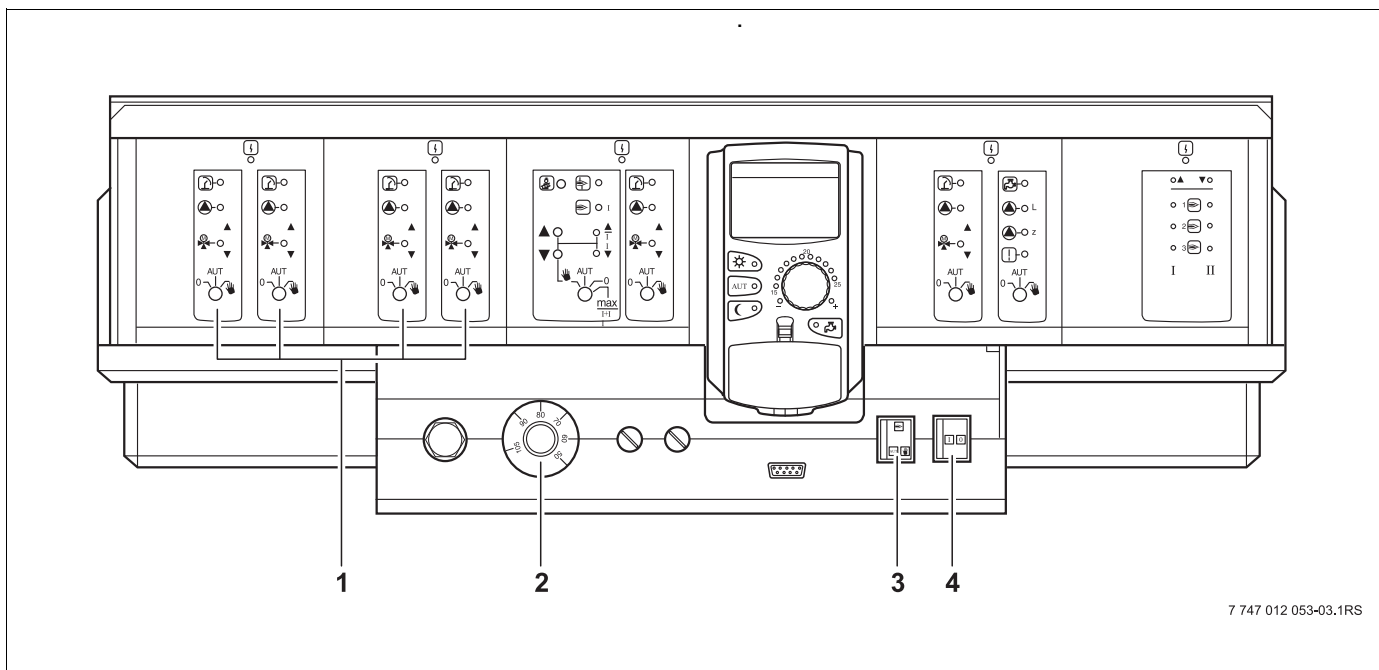

Рис. 26 Ручной режим отопления
- Чтобы обеспечить теплоснабжение при неисправности, нужно установить переключатели на модулях (→ Рис. 26) в положение .
- Установите регулятор температуры котловой воды (→ Рис. 26) на 60 °C – 90 °C, при прекращении приготовления горячей воды на 60 °C.